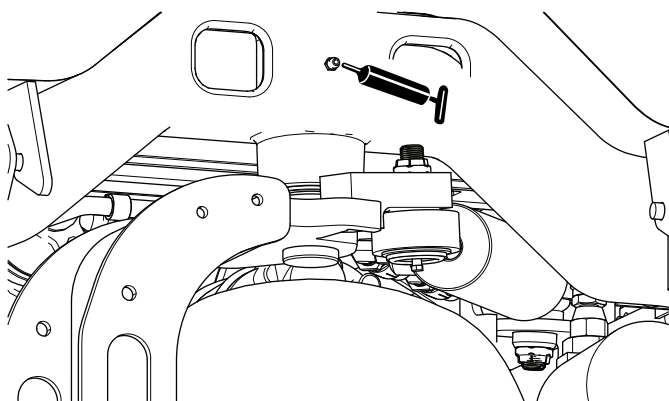

Figura 53
- Articulação da direção (Figura 53)